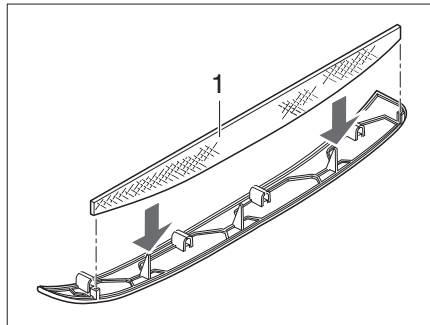
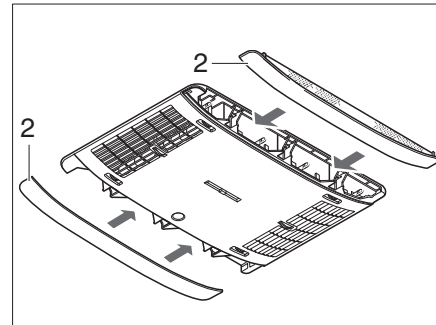

Fig. 362 Filtro de pelusas de la instalación de aire acondicionado
Fig. 363 Paneles de instalación de aire acondicionado
En los paneles laterales (Fig. 363,2) hay dos filtro de pelusas. Los filtros de pelusas deben ser limpiados a intervalos regulares, pero por lo menos cada 6 meses, y reemplazados en caso necesario.
- Sacar los paneles (Fig. 363,2) del distribuidor de aire y limpiar los filtro de pelusas (Fig. 362,1) o reemplazarlos si es necesario.